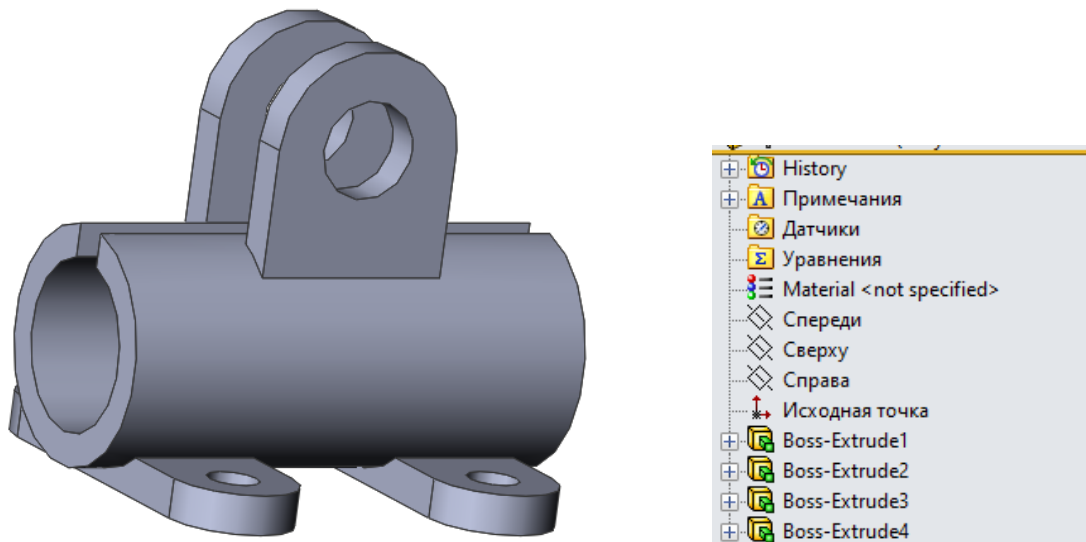

Рис.5 – Модель №5
5. Модель № 5 доповнює попередню функцією Mirror, яка використовується для побудови складних симетричних деталей.(рис.5)